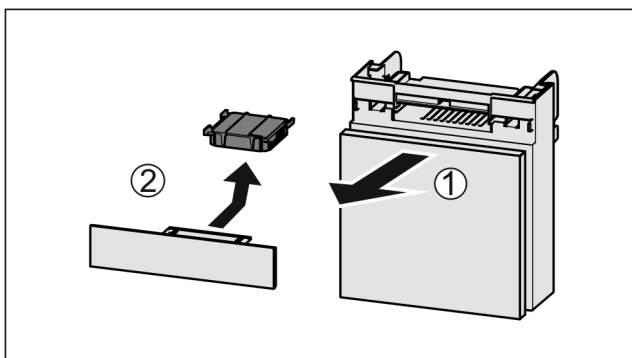

Fig. 87
- Fach nach vorne herausziehen Fig. 87 (1).
- Aktivkohlefilter entnehmen Fig. 87 (2).